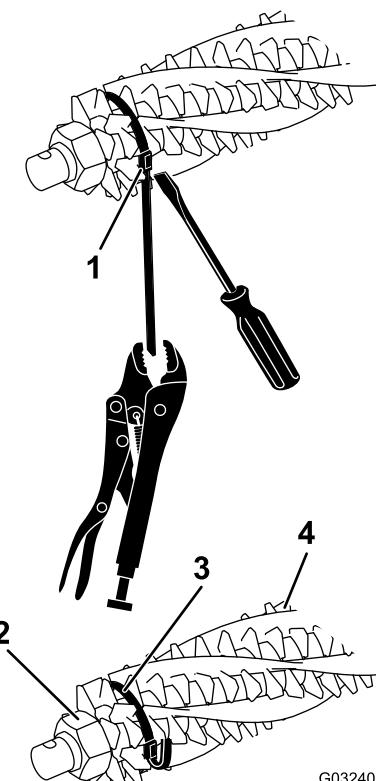

Figure 15
2. Desserrez les écrous de fixation de la lame du groomer à chaque extrémité de l'arbre du groomer (Figure 15).
4. Engagez bien les brosses dans les fentes des lames du groomer (Figure 15 et Figure 17).
5. Enroulez les attaches sans les serrer, comme montré à la Figure 15, autour de l'arbre de cylindre et des brosses en les insérant dans les fentes des brosses Figure 17.
**Remarque:** Si les brosses ne sont pas engagées correctement dans les fentes des lames, desserrez les écrous de fixation des lames à chaque extrémité de l'arbre du groomer, positionnez les brosses correctement dans les fentes, puis resserrez les écrous de fixation (Figure 15).
7. Tout en poussant un tournevis contre la boucle des attaches, saisissez chaque attache avec une pince-étai et tirez dessus jusqu'à ce qu'elle se bloque dans les rainures de la brosse (Figure 15).